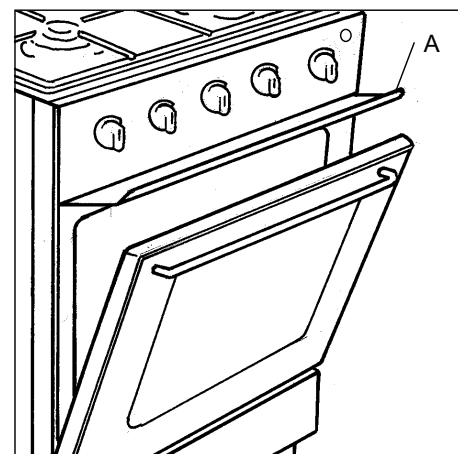

fig. 3
Les parties accessibles de la cuisinière peuvent être chaudes lors de l'utilisation du gril. Eloignez les jeunes enfants. L'utilisation du gril se fait porte entrouverte avec le déflecteur « A » mis en place (fig. 3).
1. Ouvrez la porte du four et mettez le déflecteur « A » en place (fig. 3).